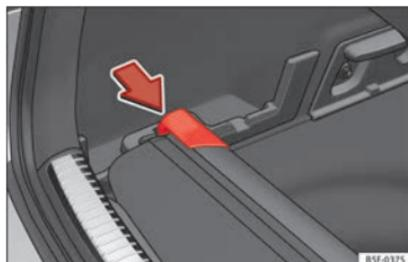

Fig. 123 En el maletero: alojamiento para guardar la bandeja portaobjetos.
- Presione el cabezal de la bandeja portaobjetos en el sentido de la flecha hasta encajarlo en el alojamiento previsto para tal uso » fig. 123.